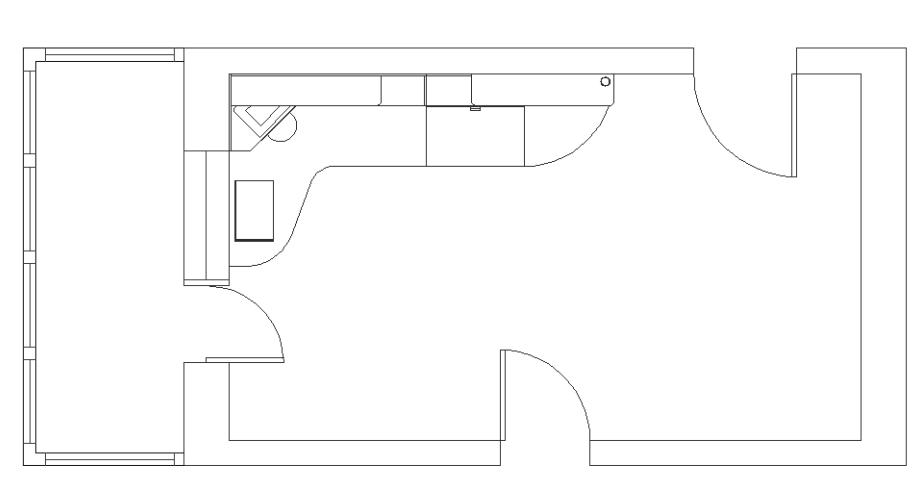

Рис. 12.5 ▼ Вид главного чертежа с внешней ссылкой после замораживания большинства слоев последней
3. Измените масштаб по границам чертежа. Теперь главный чертеж с вставленной внешней ссылкой будут выглядеть так, как показано на рис. 12.5.